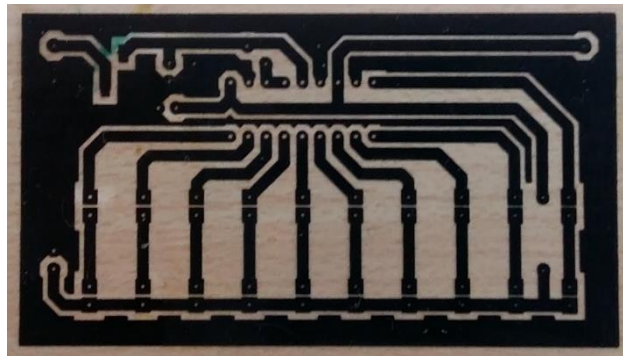

Figura 7. Pistas del circuito.
- ✓ Los caminos de cobre (pistas), que sirven como conectores entre dispositivos electrónicos como se visualiza en la figura 7.